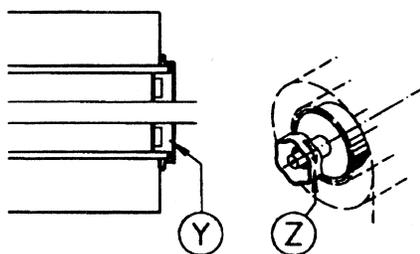

Figure 3-3
Glissez le rouleau de film sur la Bobine jusqu'à ce que le bord du rouleau s'engage dans le disque de référence de l'armature (Y) à l'arrière de la machine sur la Figure 3-3. Il sera peut être nécessaire de soulever le rouleau de film à l'arrière pour positionner correctement l'armature.